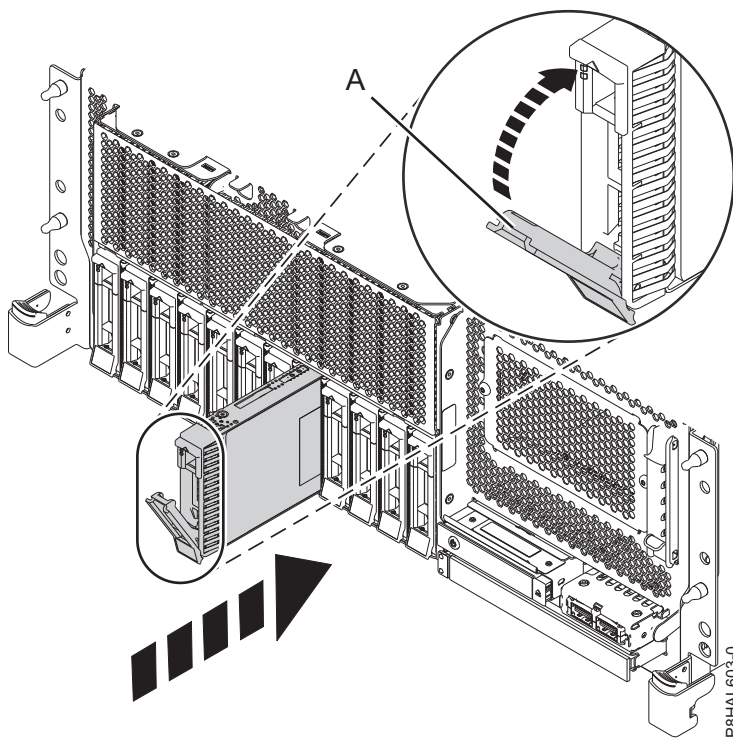
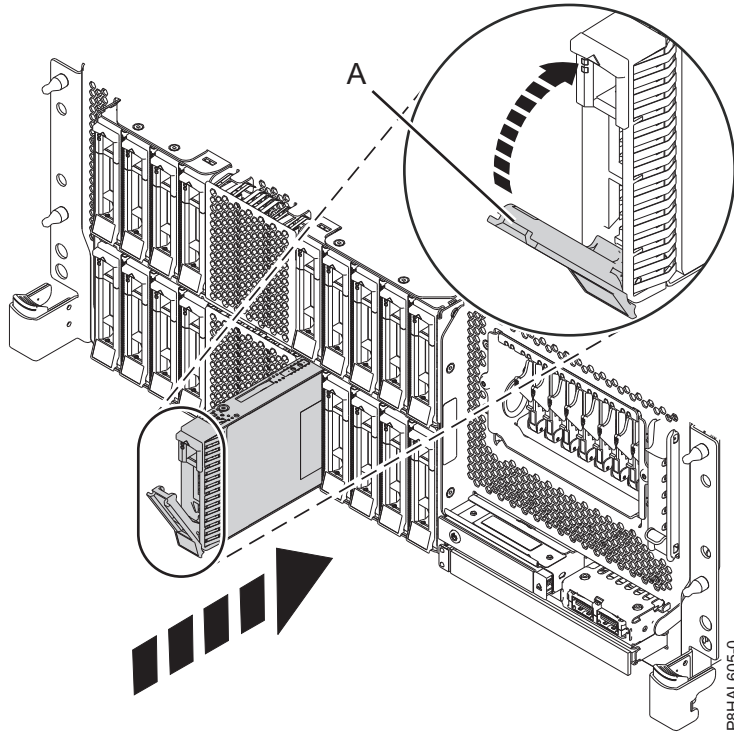

Figura 63. Sustitución de una unidad de disco en un sistema de función base montado en bastidor
Figura 64. Sustitución de una unidad de disco en un sistema de función ampliada montado en bastidor
3. Desbloquee el asa de la bahía de unidad (A) ejerciendo presión y tirando de ella hacia usted. Si el asa no está extendida del todo, la unidad no entra en el sistema. Consulte la Figura 63, la Figura 64 en la página 73, la Figura 65 en la página 74 y la Figura 66 en la página 75.
5. Deslice la unidad hasta el fondo del sistema y empuje el asa de la bahía de unidad (A) hasta que quede encajada, como se muestra en la Figura 63, Figura 64 en la página 73, la Figura 65 en la página 74 y la Figura 66 en la página 75.